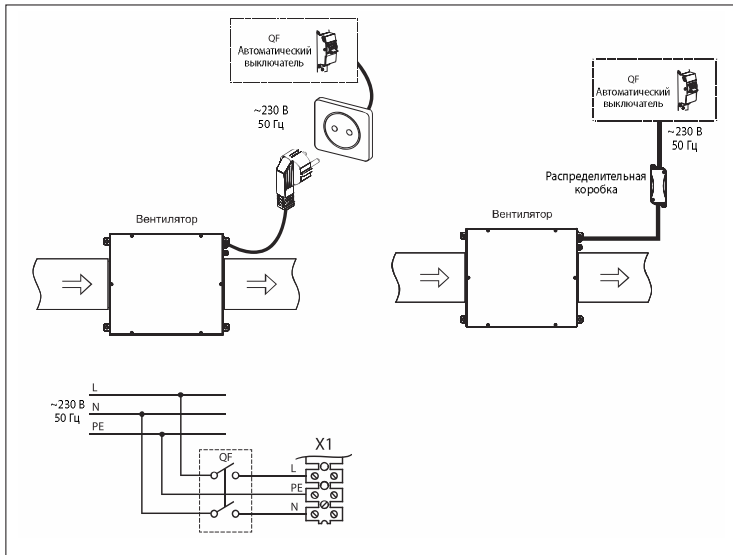

Fig. 5 / Pic. 5
- Collegare i conduttori alla morsetteria secondo lo schema connessioni e le marcature (vedi Fig. 5). Per fare ciò inserire i conduttori nei rispettivi terminali fino a quando la parte isolata tocca con la parte metallica e bloccare i conduttori con le viti;
In caso di collegamento della ventola alla rete con morsetteria, valgono comunque lo schema connessioni e le marcature (vedi Fig. 5).
- *Connect the conductors to the terminal board according to the wiring diagram and markings (see Fig. 5). To do this, insert the conductors into the respective terminals until the insulated part touches the metal part and secure the conductors with screws;*
If the fan is connected to the mains with a terminal board, follow the same wiring diagram and markings (see Fig. 5).